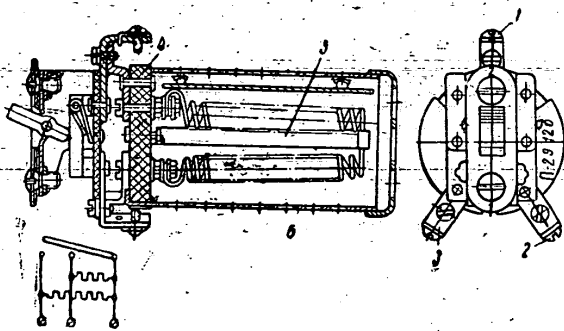

Рис. 4. Переключатель П-29:
4. Переключатель режимов светомаскировки собран на изготовленном из пластмассы основании 4 (рис. 4), на котором установлены две металлические стойки 5, служащие для крепления спирали. Своей серединой спираль присоединена к зажиму 1, а концы спирали присоединены к зажимам 2 и 3. Спираль защищена металлическим кожухом 6.
имеет сопротивление 5,0 ом. Переключатель типа П 29-Б применяется на автомобилях с 6-вольтовой системой электрооборудования; спираль имеет сопротивление 1,0 ом. Маркировка переключателей выполнена на верхней стороне основания 4 (см. рис. 4).